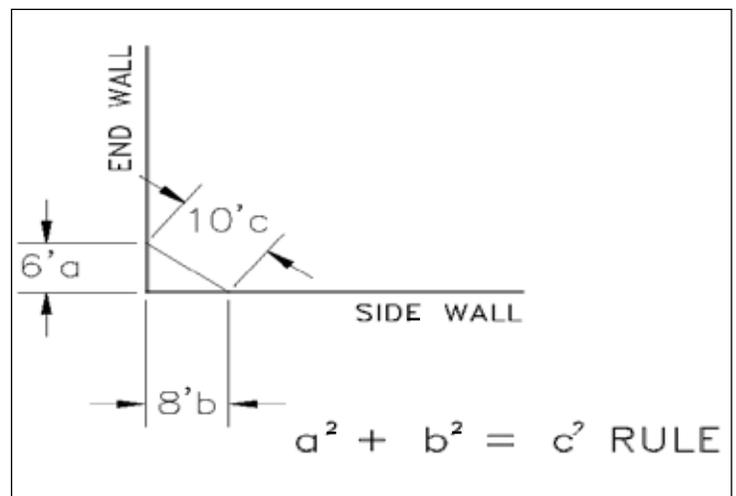

Figura 2 - Método del triángulo rectángulo
6.13 Verifique que la losa esté a escuadra con un nivel topográfico, si tiene uno disponible, o con el “método del triángulo rectángulo” (véase la Figura 2). Empiece en una esquina de la losa y marque 6 pies [1,83 m] en una dirección y 8 pies [2,44 m] en la otra. Mida la distancia desde la marca de 6 pies hasta la marca de 8 pies. Si la losa está a escuadra, la distancia entre las marcas debe ser de 10 pies [3,05 m]. Verifique que esté a escuadra midiendo las diagonales de la losa. Si la losa está perfectamente a escuadra, ambas medidas diagonales tendrán una diferencia de $\frac{1}{4}$ ” o menos. Si la escuadra de la losa excede la medida adecuada por más de $\frac{1}{4}$ ”, deberá hacer ajustes al montar la estructura (Sección 9.1).
9.3.1 (Véase la Figura 4) Primero, mida a lo largo de la línea de tiza 10' 1" hacia adentro desde la pared del perímetro de la losa. Luego, forme un triángulo de 6x8x10 en la marca de 10 pies [3,04 m] y extienda una línea de tiza de borde a borde a lo largo de la dimensión más corta (ancho) de la losa (véase la Figura 2).